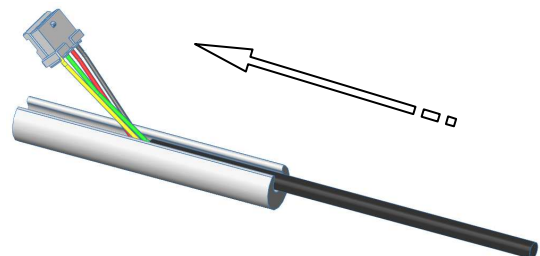

Bild 5
3. Führen Sie das Verbindungskabel in die Verbindungswelle ein (Bild 5)